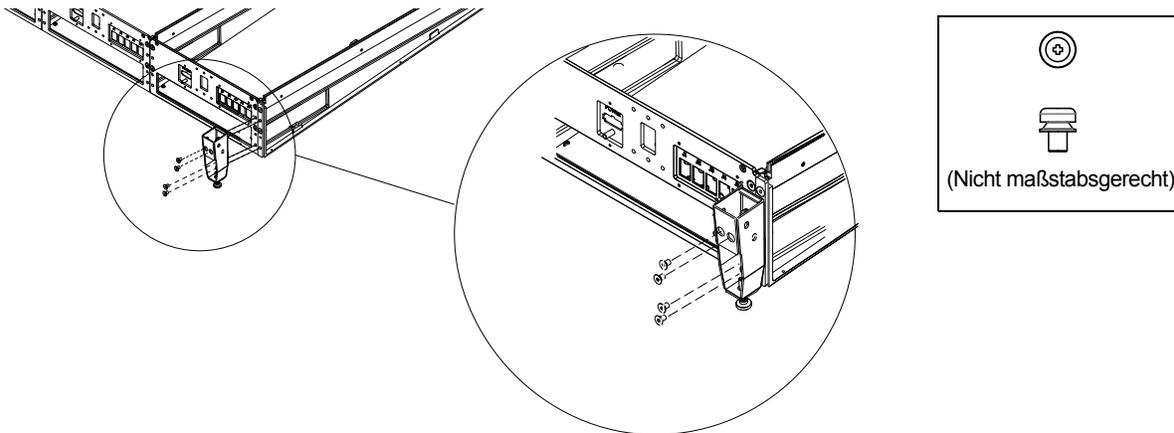

Abbildung 22. Anbringen eines Standfußes an ein hinteres Rahmenende
- Montieren Sie die Standfüße an den äußerst linken und rechten Enden des Rahmens an die Abstandshalter und die danebenliegenden hinteren Unterlagsplatten, wie in Abbildung 22 dargestellt.